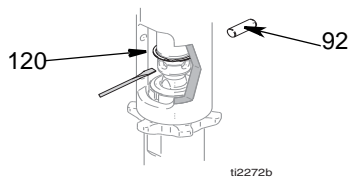
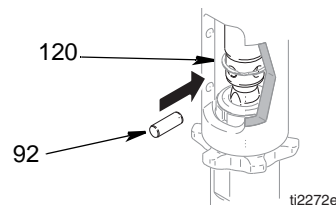

FIG. 8
FIG. 11
4. (Abb. 8) Haltering (120) nach oben drücken; Stift (92) herausdrücken.
2. (Abb. 11) Langsam am Starterkabel ziehen, bis das Stiftloch der Kolbenstange am Loch der Hydraulikstange ausgerichtet ist. Abb. 8. Stift (92) in das Loch drücken. Haltering (120) in die Rille drücken.